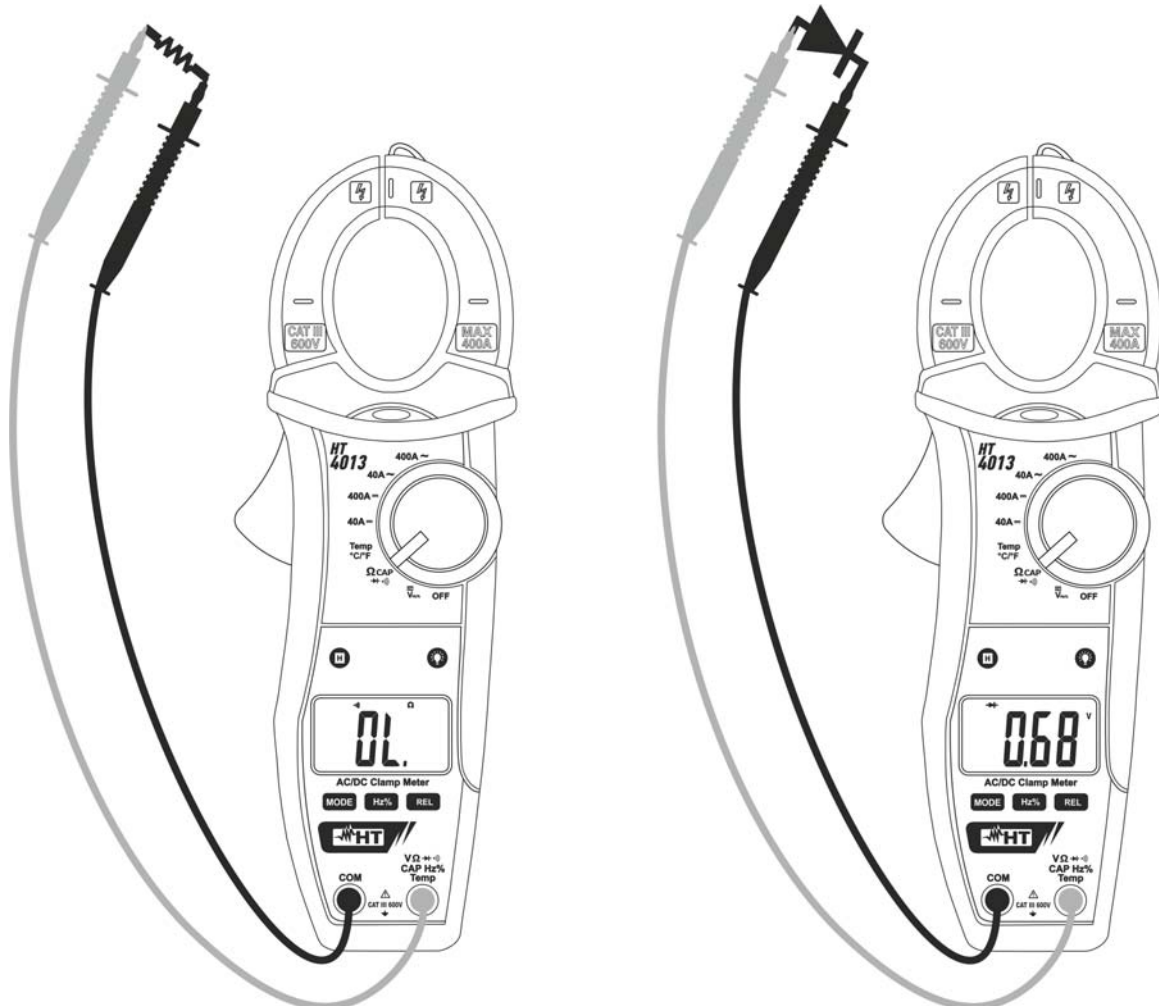

Abb. 7: Verwendung der Zange für Durchgangstest und Dioden-Test
3. Verbinden Sie die rote Messleitung mit der **V Ω \rightarrow \rightarrow CAP Hz % Temp** Eingangsbuchse, und die schwarze Messleitung mit der **COM** Eingangsbuchse und führen Sie den Durchgangstest des zu messenden Objekts durch (siehe Abb. 7 – linke Seite). Der Summer ertönt, wenn der Wert des gemessenen Widerstands niedriger als 150 ist. Ω
5. Verbinden Sie die rote Messleitung mit der Anode und die schwarze Messleitung mit der Kathode der Diode bei der Messung von direkter Polarisierung (siehe Abb. 7 – rechte Seite). Bei der Messung von umgekehrter Polarisierung wechseln Sie die Messleitungen aus.